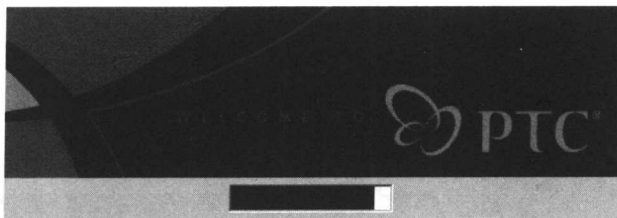

图 1.1 安装启动界面
(1) 运行光盘上的“setup.exe”文件，屏幕上将出现如图 1.1 所示的启动界面，这时，安装程序在自动检测计算机的配置情况。